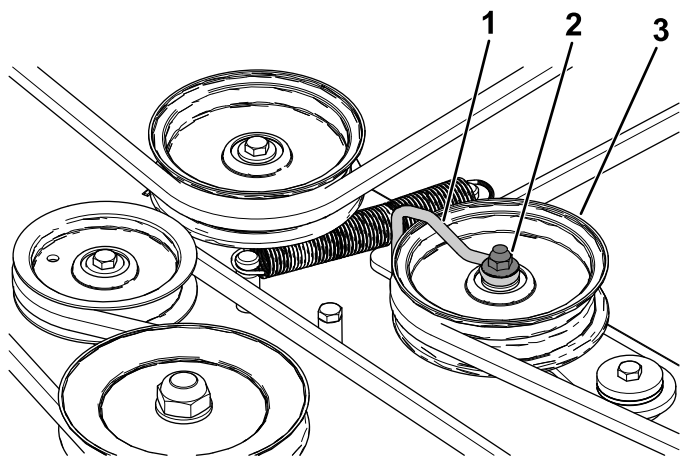

Figure 52
5. Desserrez l'écrou qui fixe le fil métallique à la poulie de tension (Figure 52).
9. Resserrez l'écrou qui fixe le fil métallique à la poulie de tension (Figure 52).
- Remarque:** Positionnez le fil métallique contre le bras de la poulie de tension comme montré à la Figure 52.